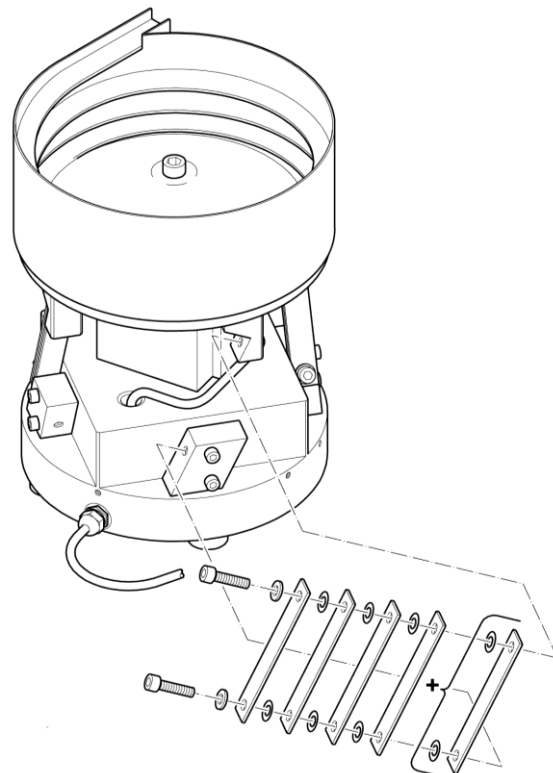

Abbildung 11
- p) sollte dies nicht ausreichen, so ist an den einzelnen Federpaketen **nach und nach** je eine Feder mit Zwischenplatte einzubauen (siehe Abbildung 11)